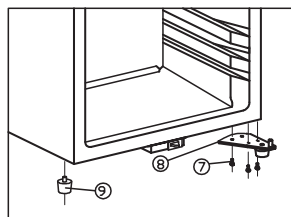

Abb. 7.3
- Entferne den langen Gehäusesfuß auf der linken Seite und montiere ihn rechts. Abb. 7.3